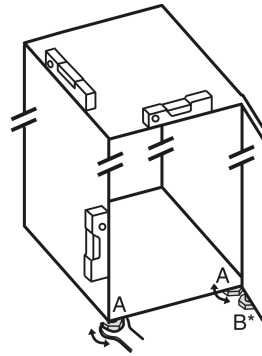

Fig. 4
- Kierrä säätöjalkoja Fig. 4 (A) mukana toimitetulla kiintoavaimella ja vesivaakaa apuna käyttäen ulos, kunnes laite on suunnattu tukevasti vaakatasoon.
- Kierrä laakerijalustassa olevaa säätöjalkaa Fig. 4 (B) mukana toimitetulla kiintoavaimella ulospäin, kunnes se koskettaa lattiaa.
- Kierrä säätöjalkaa Fig. 4 (B) vielä 90°.